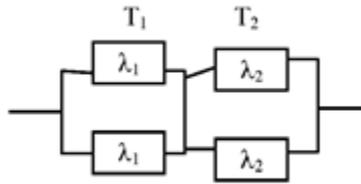

Рисунок 1
**Задача 1.** Система состоит из двух одинаковых элементов. Для повышения ее надежности конструктор предложил дублирование системы по способу замещения с ненагруженным состоянием резерва (рисунок 1). Интенсивность отказов элемента равна  $\lambda$ . Требуется определить вероятность безотказной работы системы  $P_c(t)$ , среднее время безотказной работы  $m_{тс}$ , частоту отказов  $f_c(t)$ , интенсивность отказов  $\lambda_c(t)$ .